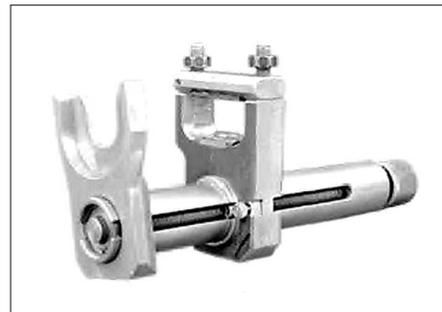

FIG. 19
- Outil de dépose-repose du silentbloc arrière de triangle (réf : 31 5 140) (Fig.19) muni d'adaptateurs (réf 31 5 142 et 31 5 144).
La dépose-repose du triangle de suspension impose l'utilisation de l'outil spécifique 31 5 140 muni des adaptateurs 31 5 142 et 31 5 144 (Fig.19).